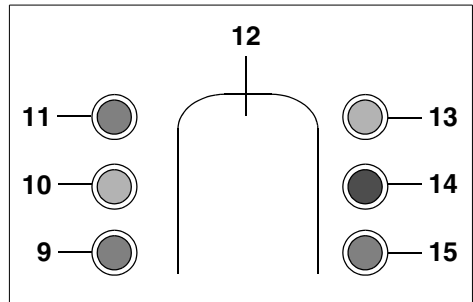

Abb. 7: Kontrollleuchten
- a) Beide Arretierhaken (16) an der Steuerkopfrückseite nach innen drücken und Abdeckhaube (2) abnehmen.
- b) Die Enthärtungsanlage muss sich in der Betriebsstellung befinden (LED „Regeneration“ (13) ist aus). Regeneration durch Drücken der Regenerationstaste (12) starten (siehe Abb. 7). Die LED „Regeneration“ (13) leuchtet, gleichzeitig blinkt die LED „Umschaltung“ (10) im Takt des Stellantriebes. Nach 9 bis 10 Antriebstakten ist die Besatzungsstellung erreicht (Markierung „2“ am Betriebsphasenanzeiger (24)). Die LED „Umschaltung“ (10) erlischt, die LED „Keimschutz links“ (9) leuchtet. Sole wird angesaugt und eine geringe Menge
- die LEDs der elektronischen Steuerung. Bei Störungen blinkt die rote LED (siehe Abb. 7).